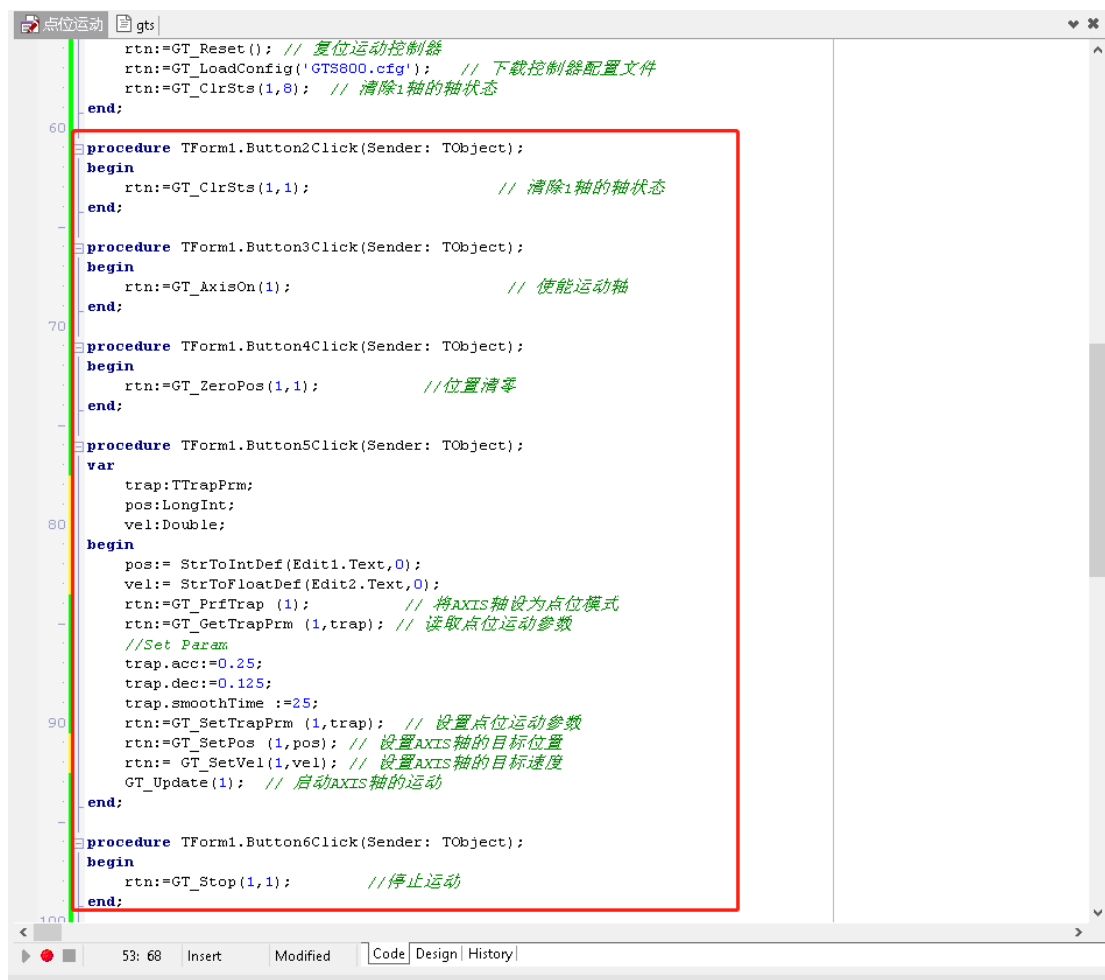

图26
14、然后依次双击所有按钮，按照步骤 13 的方法分别在每个按钮的代码编辑页面添加代码，如图 26